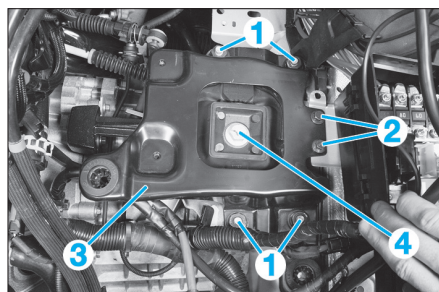

FIG. 3
- les 4 écrous (1) (Fig.3).
- les 2 vis (2)
- le support (3)